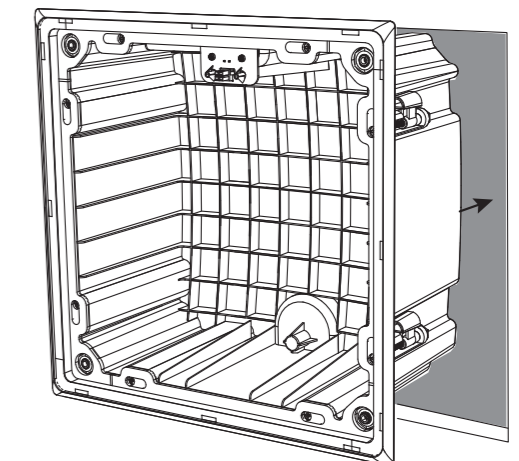

Fig. 17. Installing the back can
2. 8つのバック缶取り付けクランプが収納 (内側) 位置にある状態で、バック缶を乾式壁の開口部に押し込みます。スピーカーのワイヤーや指を挟まないように注意してください (図 17)。